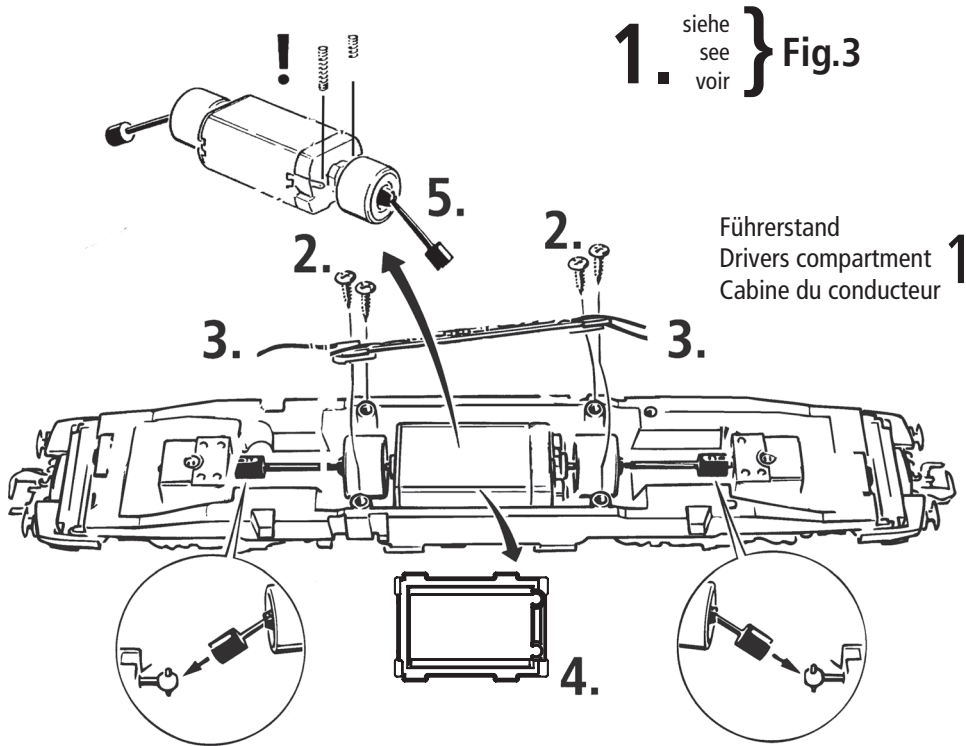

Fig. 9
2. Schmierung: Versehen Sie die im Schmierplan in Fig. 9 gekennzeichneten Stellen mit nur **kleinen Öltropfen**. Dazu zuerst das Lokgehäuse abnehmen (Fig. 3). Wir empfehlen den **ROCO Öler Art.-Nr. 10906**. Fürs Schmieren der Getriebeteile (Zahnräder, Schnecke) empfehlen wir das **ROCO-Spezialfett Art.-Nr. 10905**. Im Falle der Schmierung diese Teile **nicht ölen**.
2. Lubrication: Apply **tiny oil drops** to spots marked in fig. 9. Prior to lubrication dismantle locomotive (fig. 3). We recommend using item no. **10906, Roco oiler**. For lubrication the gearparts (e.g. cogwheels, worm) we should recommended our Roco **special grease** (item no. **10905**). **Attention:** Please do not oil these parts when using our grease.
2. Graissage: N'appliquez **qu'une toute petite goutte** aux endroits indiqués par le plan de graissage (fig. 9) après avoir démonté la caisse de la locomotive (fig. 3). Nous vous recommandons **le graisseur à huile Roco réf. 10906**. Pour graisser les engrenages (roues dentées, vis sans fin) nous vous conseillons la **graisse spéciale Roco réf. 10905** pour engrenages en matières synthétiques. Lorsque vous utilisez cette graisse il faut éviter d'huiler ces composants.
4. Remplacement du moteur: Démontez la caisse (fig. 3). Démontez ensuite le moteur (fig. 9).